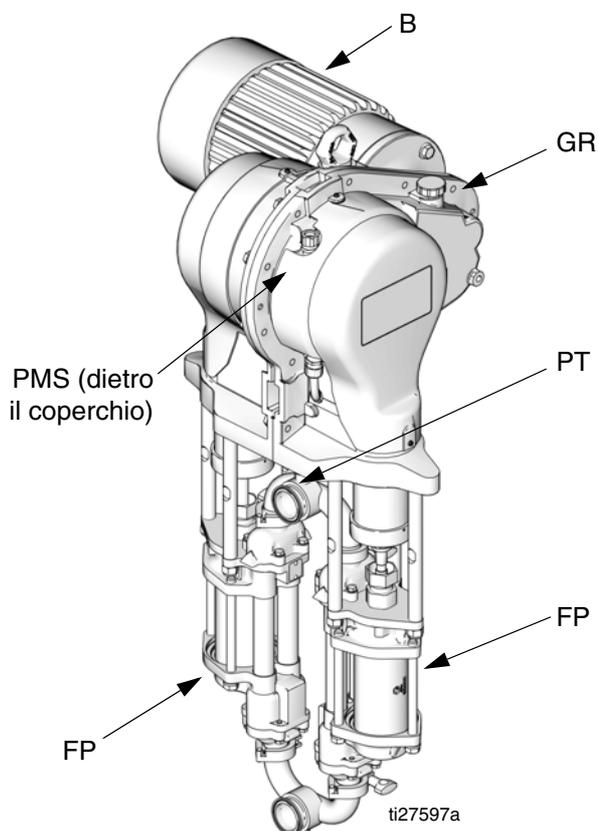
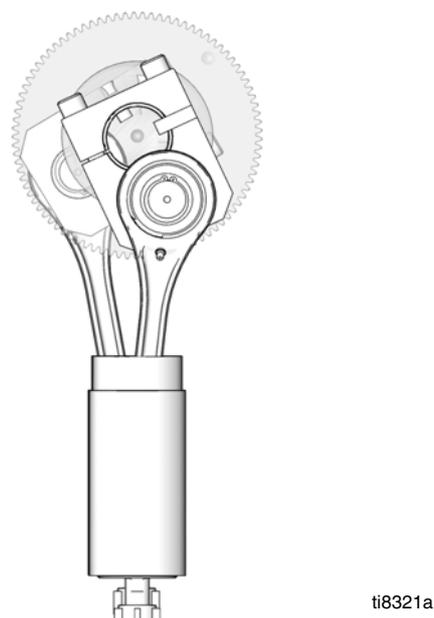

FIG. 1. Pompa di ricircolo elettrica E-Flo
FIG. 2. Vista in sezione che illustra le posizioni sfasate
Un motore elettrico (B) fornisce l'ingresso al riduttore a ingranaggi 75:1 (GR), che aziona le due pompe per fluido (FP). Vedere FIG. 1. Le posizioni di corsa delle due pompe sono sfasate, per ottenere una portata elevata dal gruppo pompa. Vedere FIG. 2.